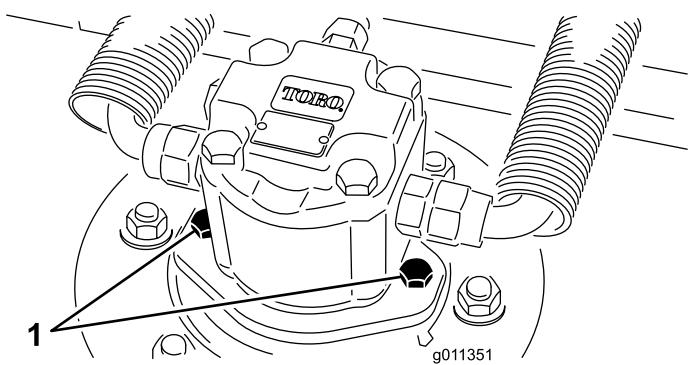

Figura 67
2. Desconecte el motor hidráulico y retírelo de la carcasa (Figura 67). Tape la parte superior del eje para evitar la contaminación.
4. Instale el motor hidráulico en la carcasa (Figura 67). Asegúrese de que la junta tórica está correctamente colocada y que no está dañada.